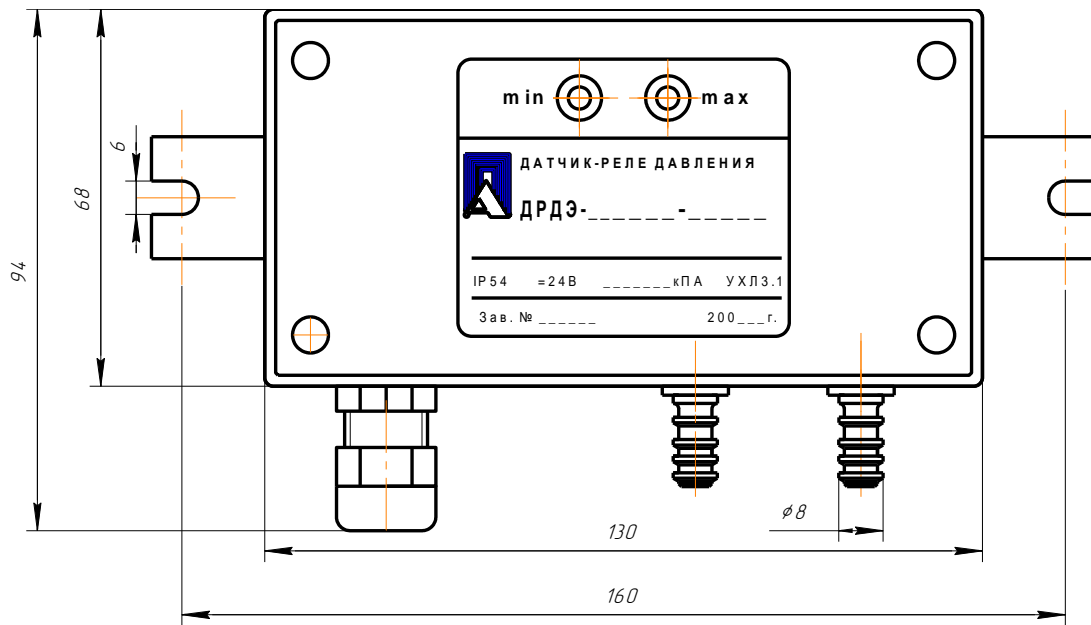
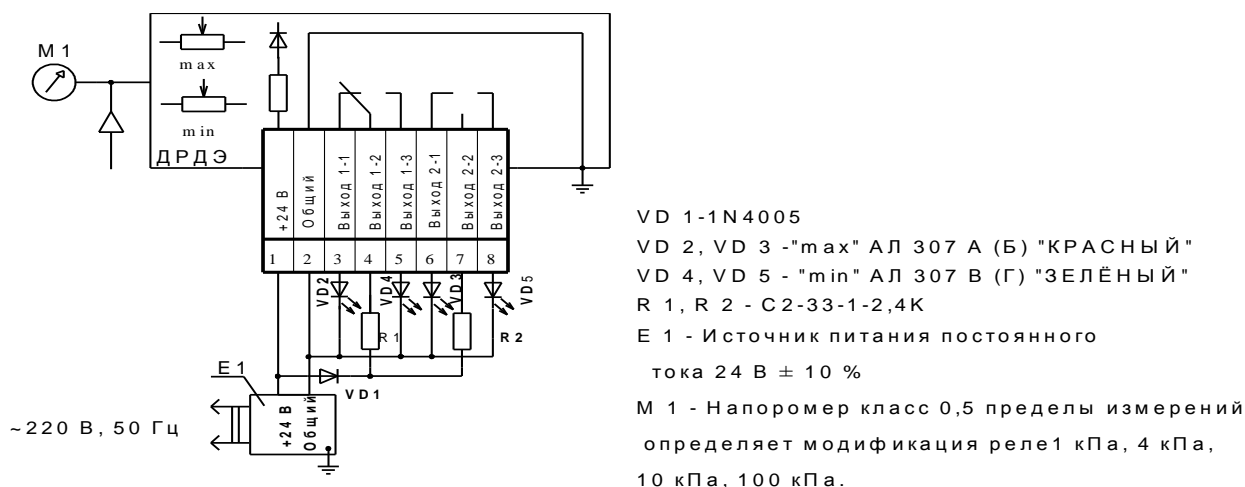

Рис.1. Общий вид ДРДЭ.
Рис. 4. Схема проверки работоспособности ДРДЭ
5.1. Общий вид реле представлен на рис. 1.
9.3.1. Собрать рабочее место согласно рис. 4, снять крышку; отвинтив 4 винта (рис.1) и подключить контакты колодки ХТ1 реле согласно схеме проверки: